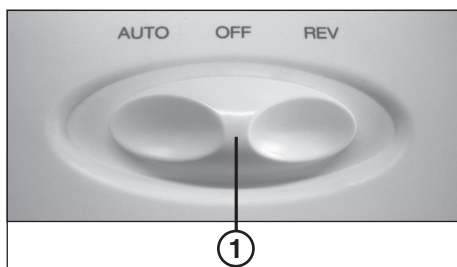

Abb. 1
- Funktionsschalter (1) (Abb. 1) in Stellung „OFF“ schalten.